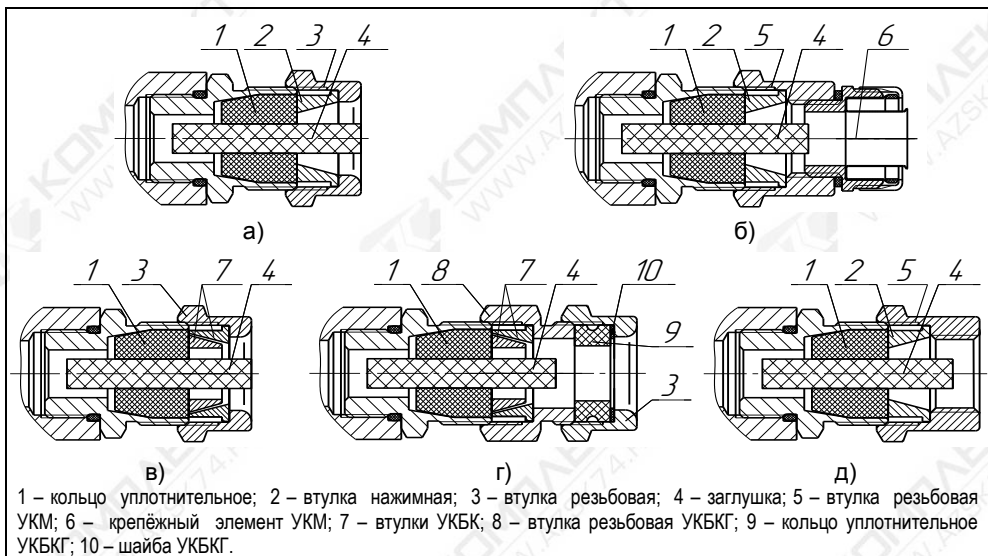

Рисунок 3 – Элементы кабельных вводов:
1.4.3 Корпус изготавливается с кабельными вводами D12 и D18 (см.рисунок 3). Кабельные вводы крепятся к корпусу с помощью резьбовых соединений.
Кабельные вводы, изготавливаемые по умолчанию, (см. рисунок 3, а) содержат кольцо уплотнительное 1, втулку нажимную 2, втулку резьбовую 3, заглушку 4.
Варианты исполнения кабельных вводов с устройством крепления металлорукава содержат втулку резьбовую 5 с резьбой под крепёжный элемент 6, в котором фиксируется металлорукав (см. рисунок 3, б). Кабельный ввод **D12** имеет варианты исполнения **УKM10**, **УKM12**, **УKM15** и **УKM20** для крепления металлорукава с внутренним диаметром 10, 12, 15 и 20 мм соответственно. Кабельный ввод **D18** имеет вариант исполнения **УKM20** и **УKM25** для крепления металлорукава с внутренним диаметром 20 и 25 мм соответственно.
Варианты исполнения кабельных вводов с устройством крепления бронированного кабеля содержат втулки 7 (см. рисунок 3, в). Фиксация брони кабеля осуществляется между втулками 7 при наворачивании втулки резьбовой 3. Кабельный ввод **D12** имеет вариант исполнения **УКБК16** для крепления бронированного кабеля с наружным диаметром до 16 мм. Кабельный ввод **D18** имеет вариант исполнения **УКБК21** для крепления бронированного кабеля с наружным диаметром до 21 мм. Варианты УКБК обеспечивают надежное электрическое соединение брони кабеля с корпусом преобразователя.
Варианты исполнения кабельных вводов с герметизированным устройством крепления бронированного кабеля (см. рисунок 3, г) содержат втулки 7 для фиксации брони кабеля при наворачивании втулки резьбовой 8, а также кольцо уплотнительное 9, шайбу 10 и втулку резьбовую 3 для герметизации по оболочке кабеля. Данный вариант кабельного ввода комплектуется двумя кольцами уплотнительными 9. Одно кольцо устанавливается в кабельный ввод, другое прикладывается. Каждое кольцо имеет свой
Варианты исполнения кабельных вводов с устройством крепления трубы содержат втулку резьбовую 5 с внутренней резьбой под крепление трубы (см. рисунок 3, д). Кабельный ввод **D12** имеет вариант исполнения **УКТ1/2** для крепления трубы с наружной резьбой G 1/2. Кабельный ввод **D18** имеет вариант исполнения **УКТ3/4** для крепления трубы с наружной резьбой G 3/4.